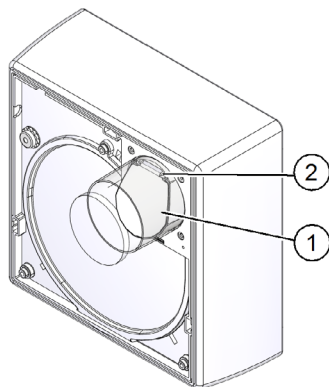
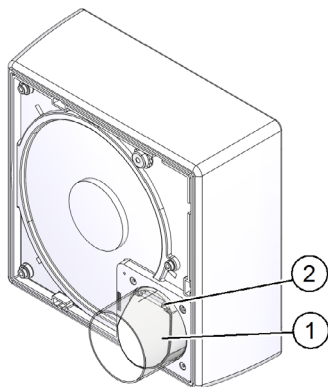
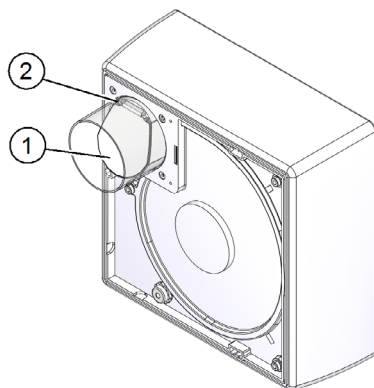
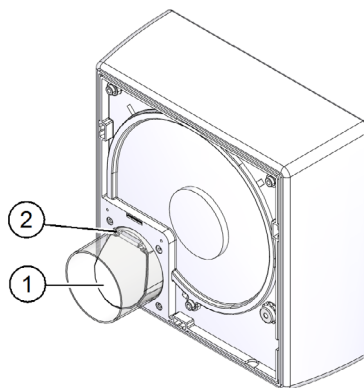

Abb. 15: Rückschlagklappe – Ausblas links oben
Abb. 16: Rückschlagklappe – Ausblas links unten
Abb. 17: Rückschlagklappe – Ausblas rechts oben
Abb. 18: Rückschlagklappe – Ausblas rechts unten
► Kontrollieren Sie vor dem Einbau des Gehäusetyps A die Lage der Rückschlagklappe (Pos. 1 in Abb. 15, Abb. 16, Abb. 17 und Abb. 18). Dabei müssen in allen Einbaulagen folgende Bedingungen erfüllt sein:
- Die Aufhängung (Pos. 2 in Abb. 15, Abb. 16, Abb. 17 und Abb. 18) der Rückschlagklappe muss immer horizontal ausgerichtet sein.
- Die Rückschlagklappe muss immer so angebracht sein, dass sie aufgrund der Schwerkraft selbständig schließt (siehe Beispiele in Abb. 15, Abb. 16, Abb. 17
und Abb. 18 auf Seite 20).